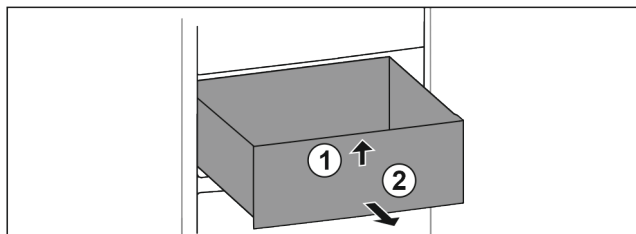

Fig. 16
- ▶ Ridicați în față Fig. 16 (1).
- ▶ Extrageți spre înainte Fig. 16 (2).